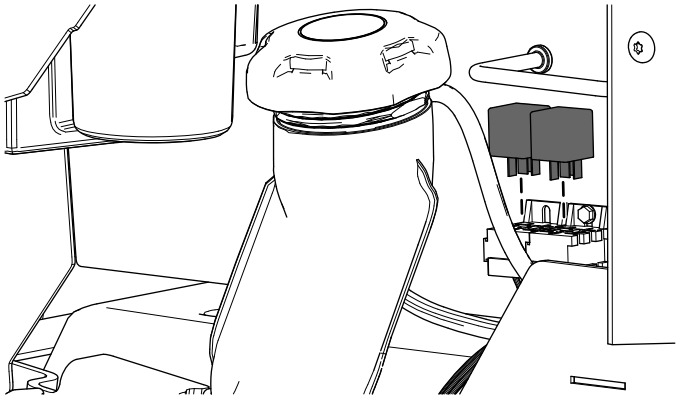

Figure 16
5. Installez les 2 relais (Figure 16).